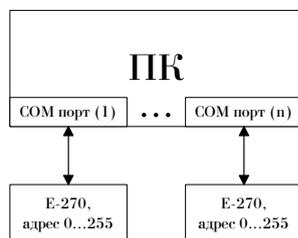

Рис. 3.6: Несколько E-270, подключенных по интерфейсу RS-232
- модуль E-270 подключен к индивидуальному COM-порту и работает по RS-232 (см. рис. 3.6, стр. 20)